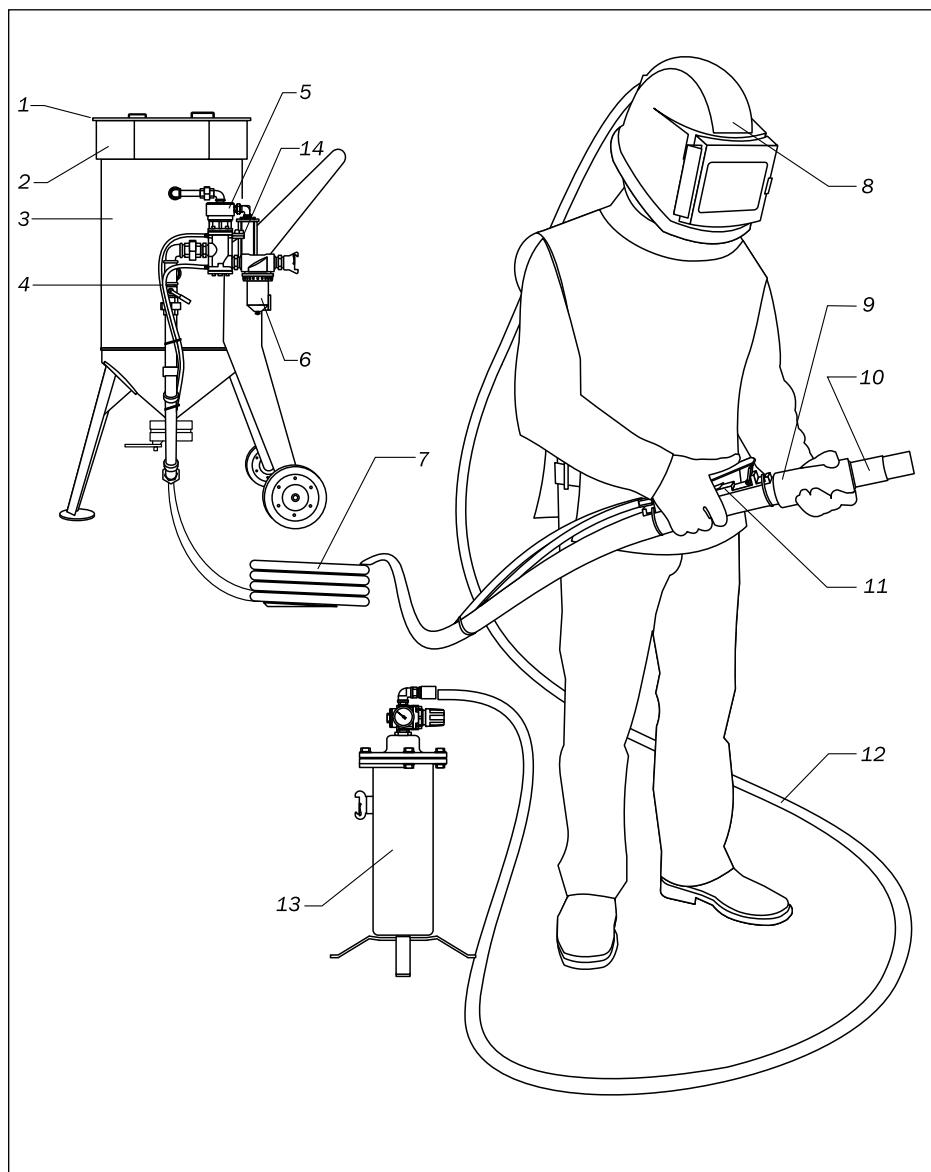

Abb. 2.1
◀ Abb. 2.1.
10. Öffnen Sie das Unterbrecherventil 14 (Abb. 2.1).
UNTERBRECHERVENTIL 14 (Abb. 2.1) AM FERNBEDIENUNGSVENTIL RCV